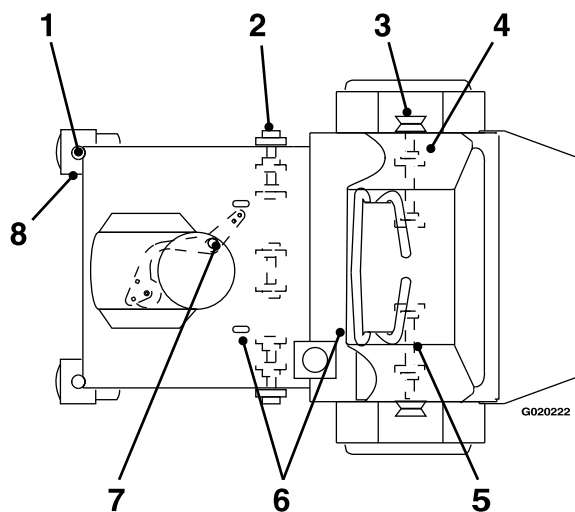

Figura 31
2. Limpie con un trapo los engrasadores (Figura 31).
3. Conecte una pistola de engrasar al engrasador (Figura 31).